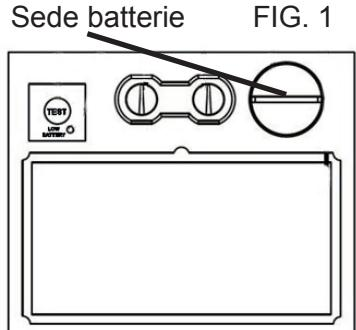

FIG. 1
- Quando la spia rossa "LOW BATTERY" si accende rimuovete il coperchietto della sede della batteria e sostituitela immediatamente (Fig.1).